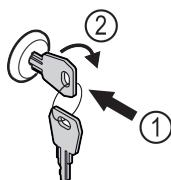

Fig. 91
- Introduceți cheia prin apăsare Fig. 91 (1).
- Rotiți cheia cu 90° în sensul acelor de ceasornic Fig. 91 (2).